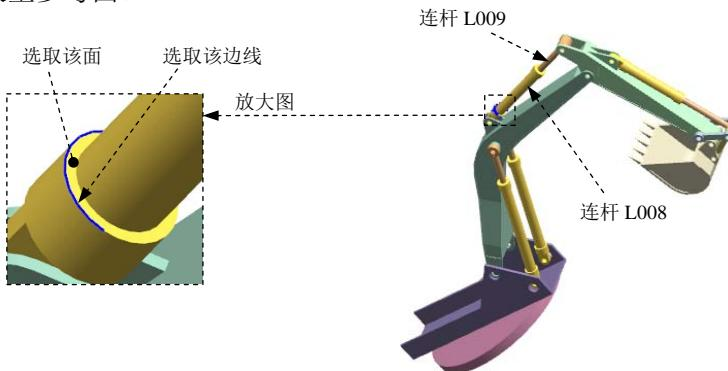

图 10.8.26 定义滑动副（三）
(1) 定义运动副类型。在“运动副”对话框**定义**选项卡的**类型**下拉列表中选择 **滑动副**选项。
(2) 选择连杆。选取图 10.8.26 所示的连杆 L009。
(3) 定义原点及矢量。在“运动副”对话框的✓ 指定原点下拉列表中选取“圆弧中心”选项，在模型中选取图 10.8.26 所示的圆弧为定位原点参照；选取图 10.8.26 所示的面作为矢量参考面。
(4) 添加啮合连杆。在“运动副”对话框的基本区域中选中✓ 啮合连杆复选框，单击选择连杆 (0)，选取图 10.8.26 所示的连杆 L008。
(5) 定义啮合连杆原点及矢量。在“运动副”对话框**基本**区域的✓ 指定原点下拉列表中选取“圆弧中心”选项，在模型中选取图 10.8.26 所示的圆弧为定位原点参照；选取图 10.8.26 所示的面作为矢量参考面。